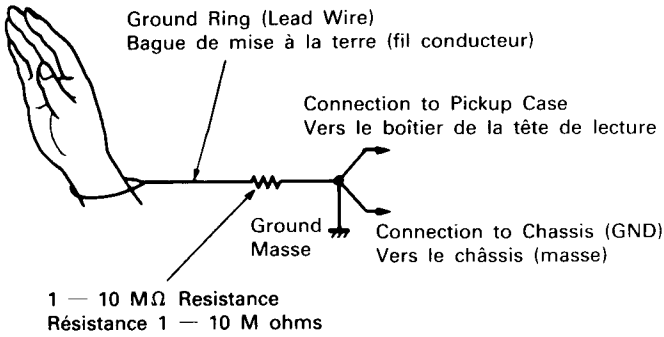

Fig. 11
(2) Handling of the Unit Mechanism Assembly (Fig. 11)
When handling the Pickup Mechanism Assembly and the Unit Mechanism Assembly use a Ground Ring of the kind pictured in Fig. 11.
(2) Maniement de l'ensemble du mécanisme de l'unité (Fig. 11)
Lors du maniement de l'ensemble du mécanisme de la tête de lecture et de l'ensemble du mécanisme de l'unité, utiliser une bague de mise à la terre du type de celui illustré sur la Fig. 11.